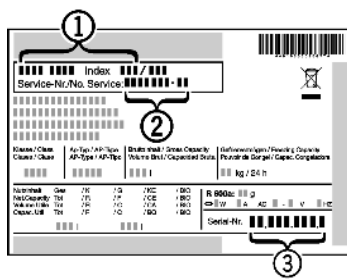

Fig. 11
► Наименование устройства Fig. 11 (1), сервисный № Fig. 11 (2) и серийный № Fig. 11 (3) считайте с заводской таблички. Заводская табличка находится внутри устройства слева.
► Обратитесь в сервисную службу и сообщите вид неисправности, наименование устройства Fig. 11 (1), сервисный № Fig. 11 (2) и серийный № Fig. 11 (3).